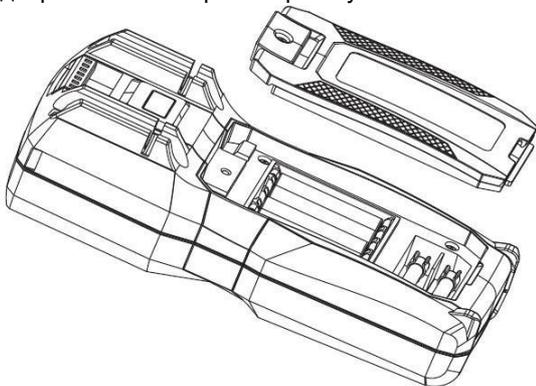

Рисунок 15
11.2 Замена батарей и предохранителей (Рис.15) •